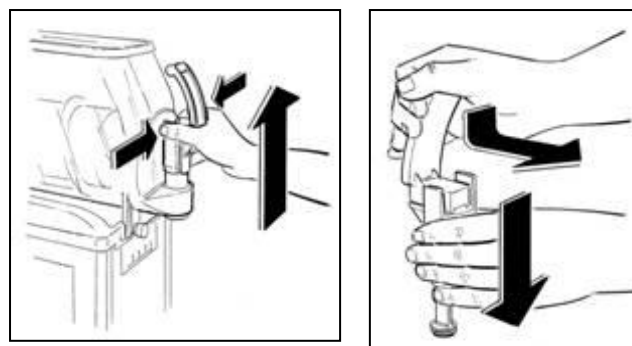

Fig. 7
- Smontare il rubinetto dalla vasca premendo contemporaneamente sulle due alette di blocco e sollevarlo in modo da estrarlo dalla propria sede (fig.7).
- Scomporre il rubinetto in tutti i suoi componenti tenendo premuto verso il basso il corpo e sfilando la leva dalla propria sede (fig.7).